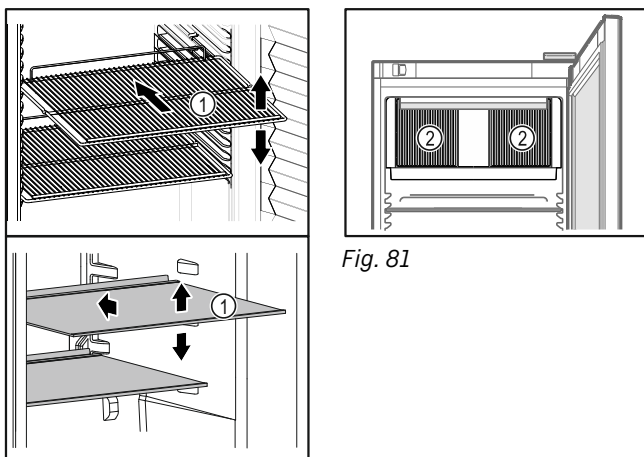

Fig. 80 Примерное изображение
- ❑ Если полки для хранения Fig. 80 (1) можно переставлять, отрегулируйте высоту их установки.